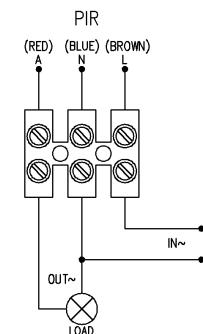

Рис. 1 Схема ктронпитания
3. В соответствии со схемой подключения (рис. 1) соедините провода электропитания и электроприбора, подключаемого к датчику, с соединительными клеммами.
Подключенное к датчику устройство не работает	• Проверьте правильность подключения датчика и подключаемого электроприбора (рис. 1). • Если на подключенном к датчику устройстве есть выключатель, включите его. • Убедитесь, что напряжение подано и соответствует ~ 230 В/50 Гц. • Возможно, регулятор чувствительности LUX установлен в положение, при котором датчик срабатывает только в темноте. Отрегулируйте чувствительность датчика к внешней освещенности.